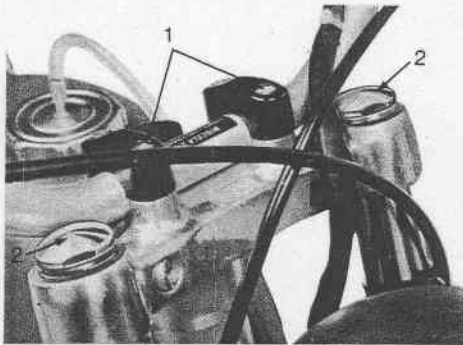

Fig. 19 - Tappi carico olio forcella
- svitare le quattro viti che fissano i morsetti (Fig. 19) e staccare il manubrio
- svitare i tappi di carico olio (Fig. 19) e versare 265 cc. per ogni gamba di olio MARZOCCHI 3,8 Engler a 50°C